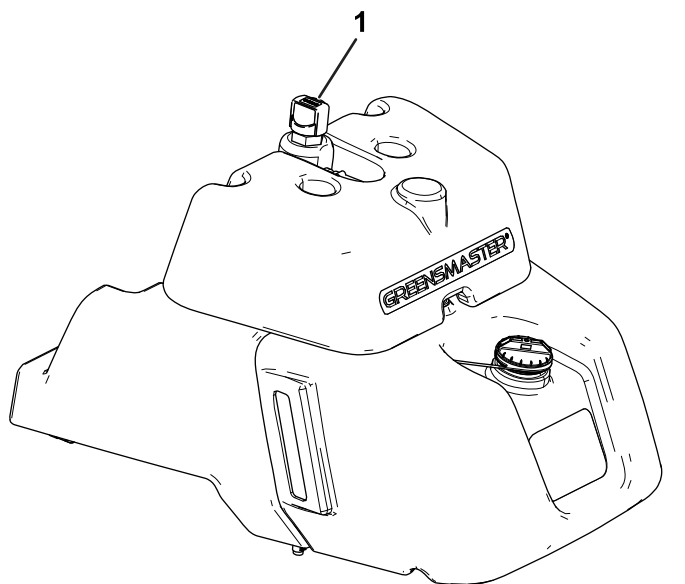

Figura 36
- Se o depósito não tiver uma janela de visualização, localize a vareta na parte superior do depósito hidráulico principal (Figura 36) e passe para o passo 3.